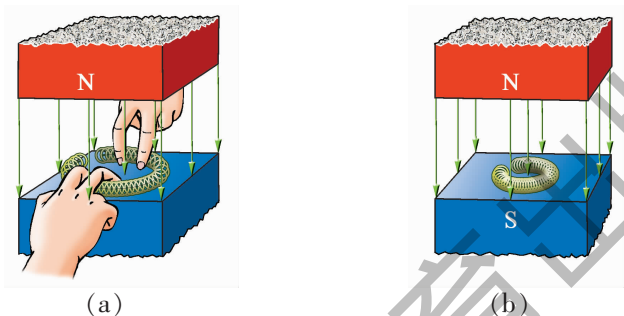

图 1-2-4
1. 如图 1-2-4 所示, 磁场中有一个闭合的弹簧线圈. 先把线圈撑开 [如图 (a)], 然后放手, 让线圈收缩 [如图 (b)], 线圈收缩时, 其中是否有感应电流产生? 为什么?